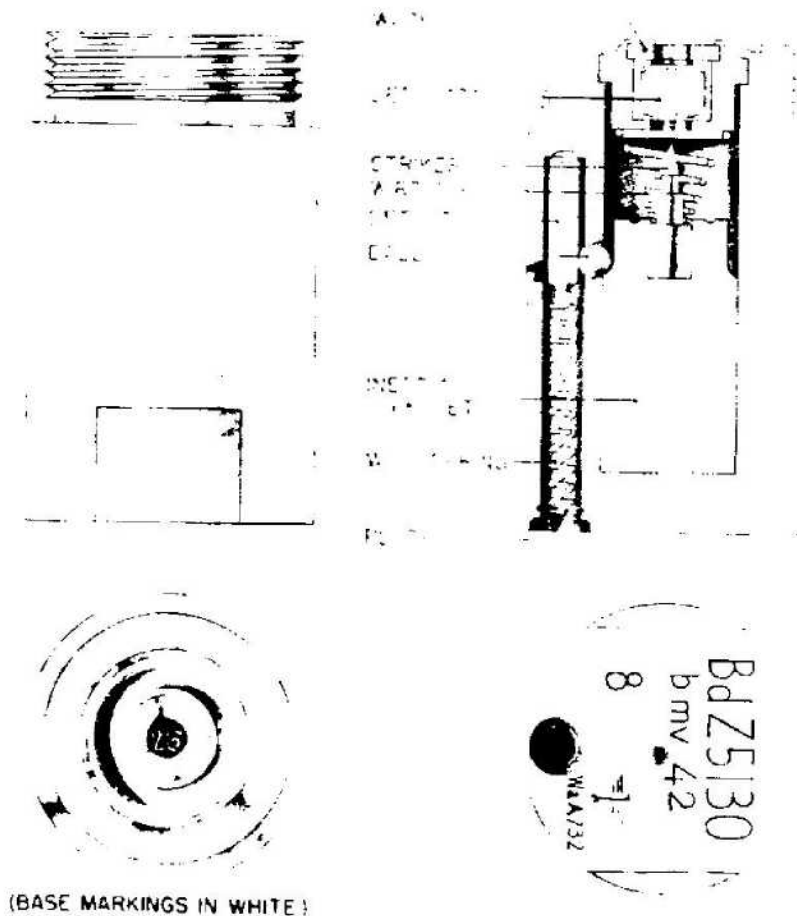

Figure 601—Bd. Z. 5130
**EMPLOYMENT:** Base fuze for the 3.7-cm Stick Bomb (3.7-cm Stiel Gr 41). (See fig. 601.)